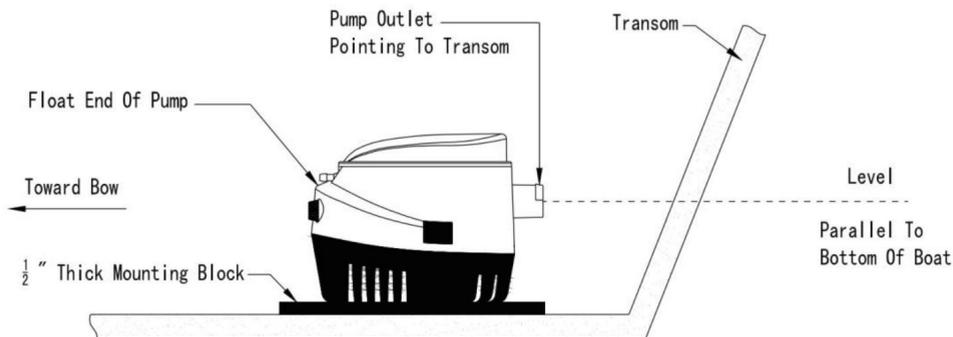

Figure 1
1. Stellen Sie sicher, dass die Rumpfdicke mindestens 1/2 Zoll beträgt. Wenn nicht, legen Sie einen Block 1/2 Zoll Bootsbausper Holz (etwas größer als die Pumpenbasis) in den untersten Teil des Kielraums. Stellen Sie sicher, dass die Pumpenabdeckung in dieser Position zur Reinigung abgenommen werden kann. Kleben Sie das Sperrholz mit einem wasserfesten Klebstoff (Epoxid, Silikonkleber oder Glasfaserharz) an den Rumpf. Siehe Abbildung 1.
Stellen Sie sicher, dass die Auslassdüse waagrecht ist. Wenn sie nach oben oder unten zeigt, In der Pumpe kann sich bilden. (Siehe Abbildung 1)
3. Das Schwimmerende der Pumpe muss auf gleicher Höhe mit oder über dem Pumpenende sein (Siehe Abbildung 1). Dadurch wird verhindert, dass der Pumpe das Wasser ausgeht, während die Schwimmer ist immer noch hoch genug, um die Pumpe zu aktivieren.
4. Markieren Sie die Position der drei (3) Befestigungslöcher mit einem Bleistift oder Stift.